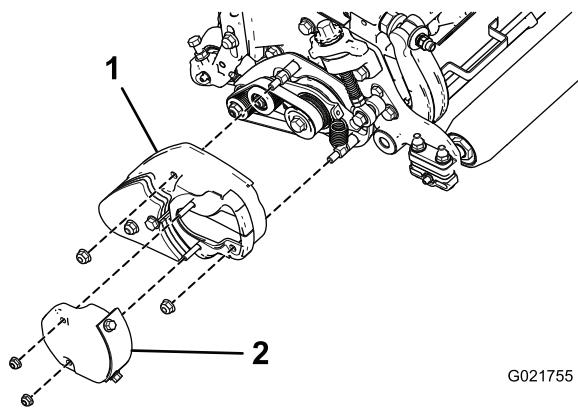

Figura 15
31. Retire la tapa de acceso de la cubierta del acondicionador (Figura 15).
32. Instale la cubierta del acondicionador y sujétela con 2 tuercas con arandela prensada (5/16 pulgada); consulte (Figura 15).
33. Instale la tapa de acceso en la cubierta del acondicionador con las fijaciones que retiró anteriormente (Figura 15).